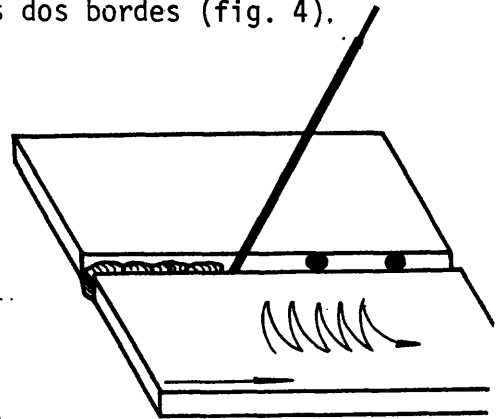

Fig. 4
- ___ b Oscile el electrodo cubriendo los dos bordes (fig. 4).